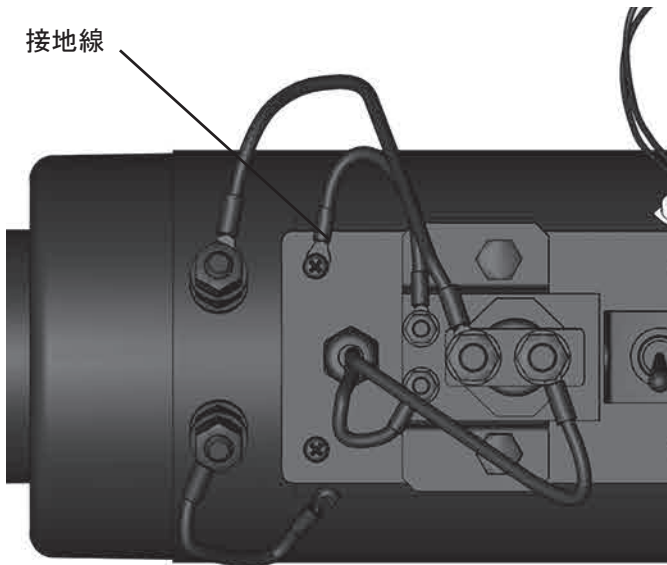

図 27
9. 端子箱カバーのネジ4本を挿入し、設置線が正しく接続されていることを確認しながら締めます（図27参照）。